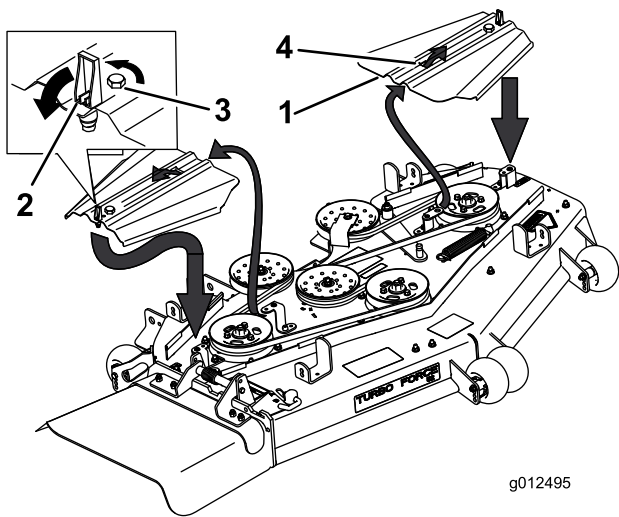

Figure 70
5. Déposez les couvercles de courroies ainsi que les boulons fixés dessus (Figure 70).
11. Posez les couvercles en les insérant dans la languette, vissez les boulons en place et fermez les fixations (Figure 70).